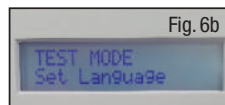

Fig. 6b
- b) Appuyez maintenant une fois sur le bouton fléché vers le haut et l'unité d'alimentation affichera "TEST MODE Set language" (Définir la langue) (Fig. 6b).